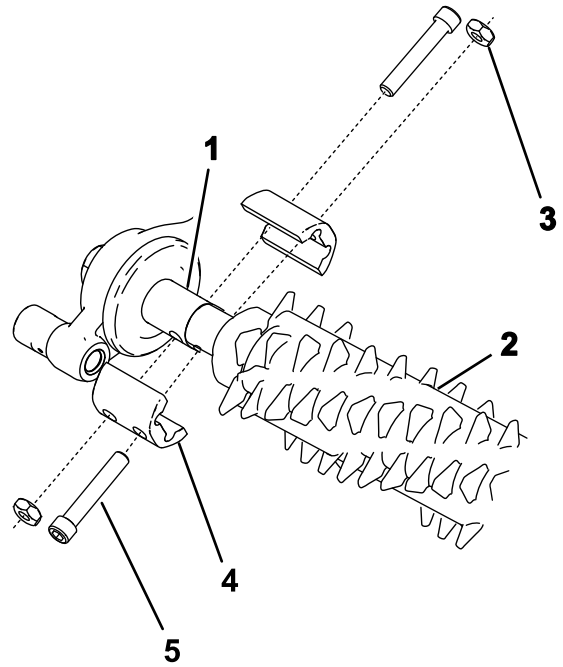

Bild 22
2. Richten Sie den Groomer mit dem Groomerantrieb und den Riemenscheiben aus (Bild 22).
3. Sichern Sie den Groomer wie in Bild 22 dargestellt an der Maschine und ziehen Sie die Schrauben bündig an.